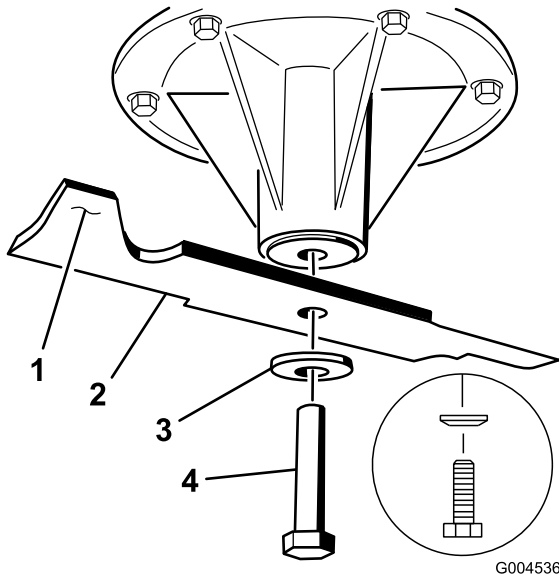

Figura 79
2. Retire el perno de la cuchilla, la arandela curva y la cuchilla del eje (Figura 79).
3. Si la cuchilla no está equilibrada, rebaje algo el metal en la parte de la vela solamente (Figura 79).